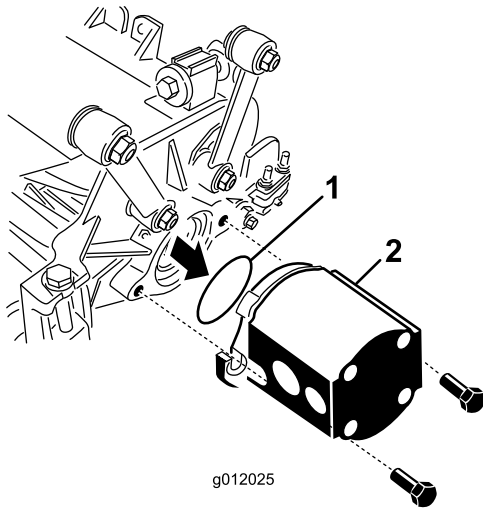

Figure 24
5. Placez le joint torique (fourni avec le plateau de coupe) sur le flasque du moteur d'entraînement (Figure 24).
6. Montez le moteur du côté entraînement du plateau de coupe et fixez-le avec deux vis d'assemblage fournies avec le plateau de coupe (Figure 24).